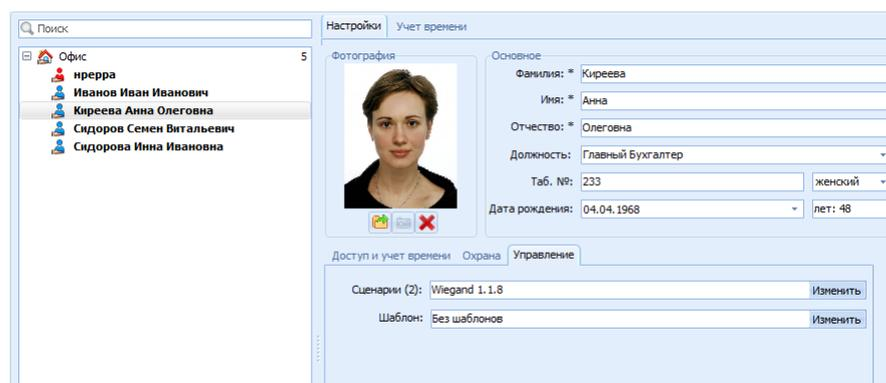

Рисунок 23.40 Окно добавления нового сотрудника, вкладка **Управление**
5) Во вкладке **Управление** необходимо выбрать Сценарии, которые будут автоматически запускаться при прикладывании карты, и при желании, Шаблоны управления (Рисунок 23.40). Подробно раздел **Управление** описан выше при редактировании свойств головного объекта 23.2 (вкладка **Управление**);